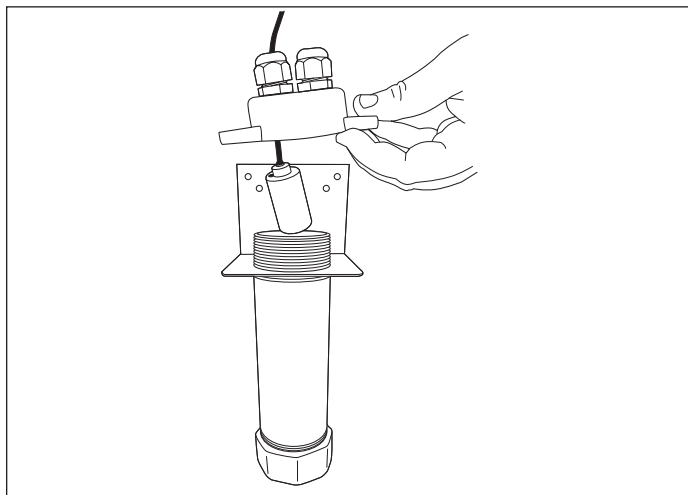

Figure 21-3
2. Insérez le fil du détecteur de carburant à travers le raccord de cloison situé sur le capuchon du capteur. Installez le capteur dans le boîtier, bien appuyé au fond du boîtier (Figure 21-3).